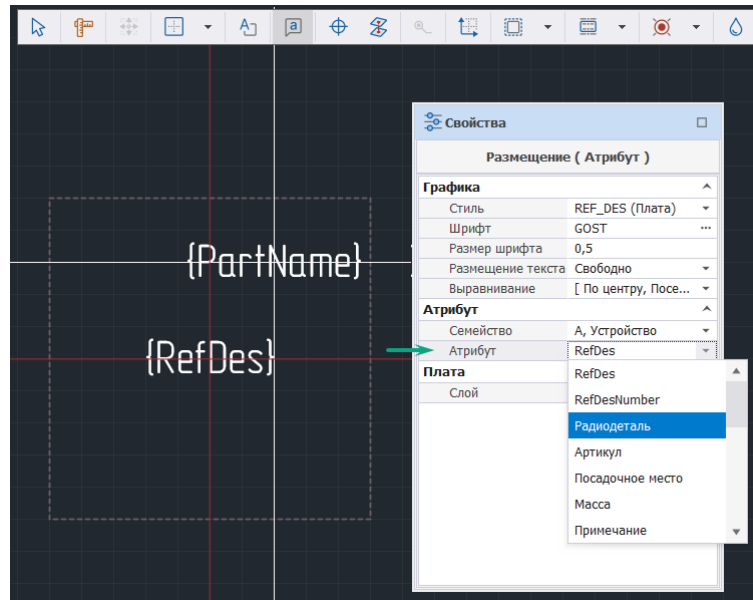

Рис. 111 Выбор атрибута семейства при размещении
3. Выбрать необходимые параметры атрибута на панели «Свойства», см. Рис. 111.